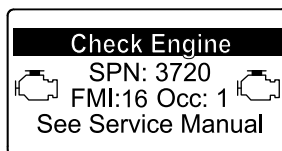

Bild 52
- Motorwarnung SPN 3720, FMI 16 (Bild 52)